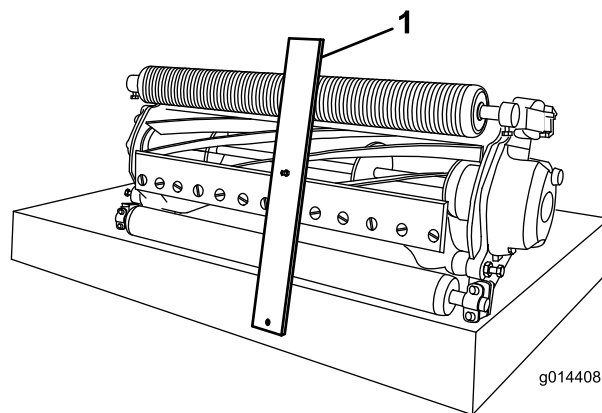

Figura 10
3. Enganche la cabeza del perno sobre el filo de la contracuchilla y apoye el extremo trasero de la barra sobre el rodillo trasero (**Figura 10**).